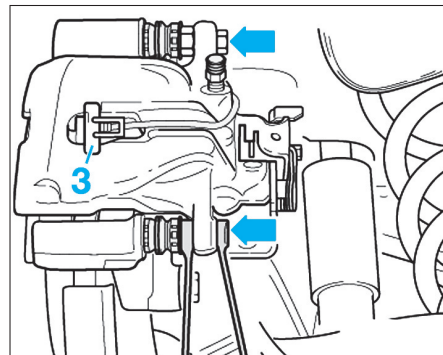

Fig. 21
- Dégrafer de l'étrier de frein le ressort de maintien (3) du câble d'indicateur d'usure des plaquettes de frein (Fig.21).